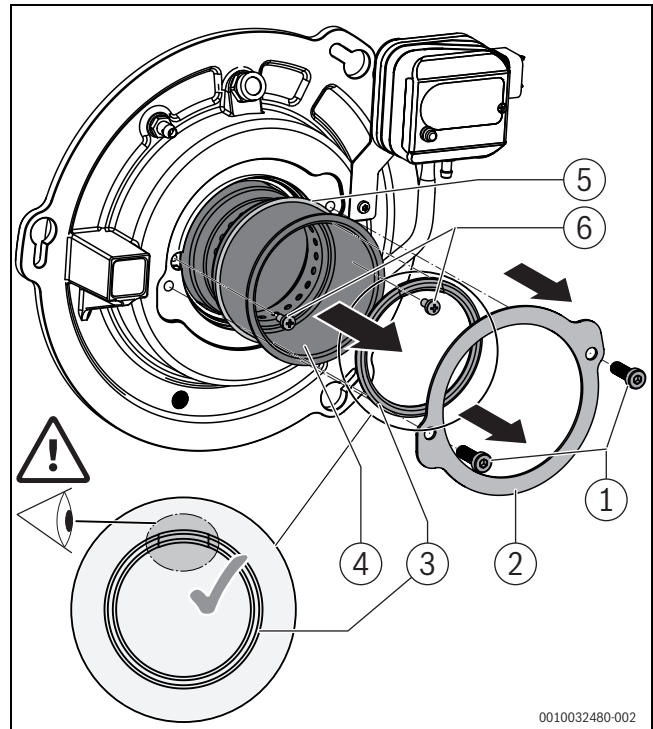

Bild 70 Brennerrohr austauschen
- ▶ Dichtung D81 verwenden. Darauf achten, dass die Nahtstelle der Dichtung in 12-Uhr-Position eingebaut wird (→ Bild 70, Seite 40).
Um das Brennerrohr auszutauschen (→ Bild 70):